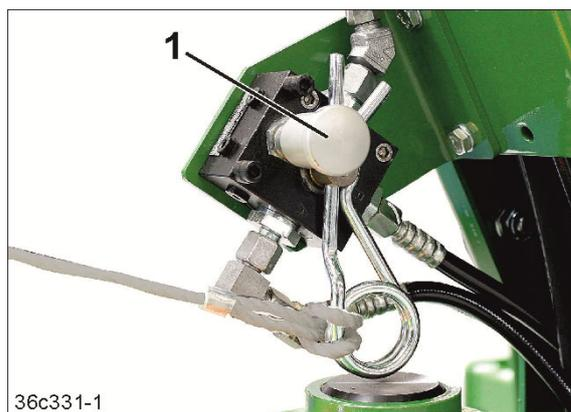

Рис. 137
- 3.1 Включите клапан (Рис. 137/1). Это необходимо для опорожнения гидроаккумулятора.